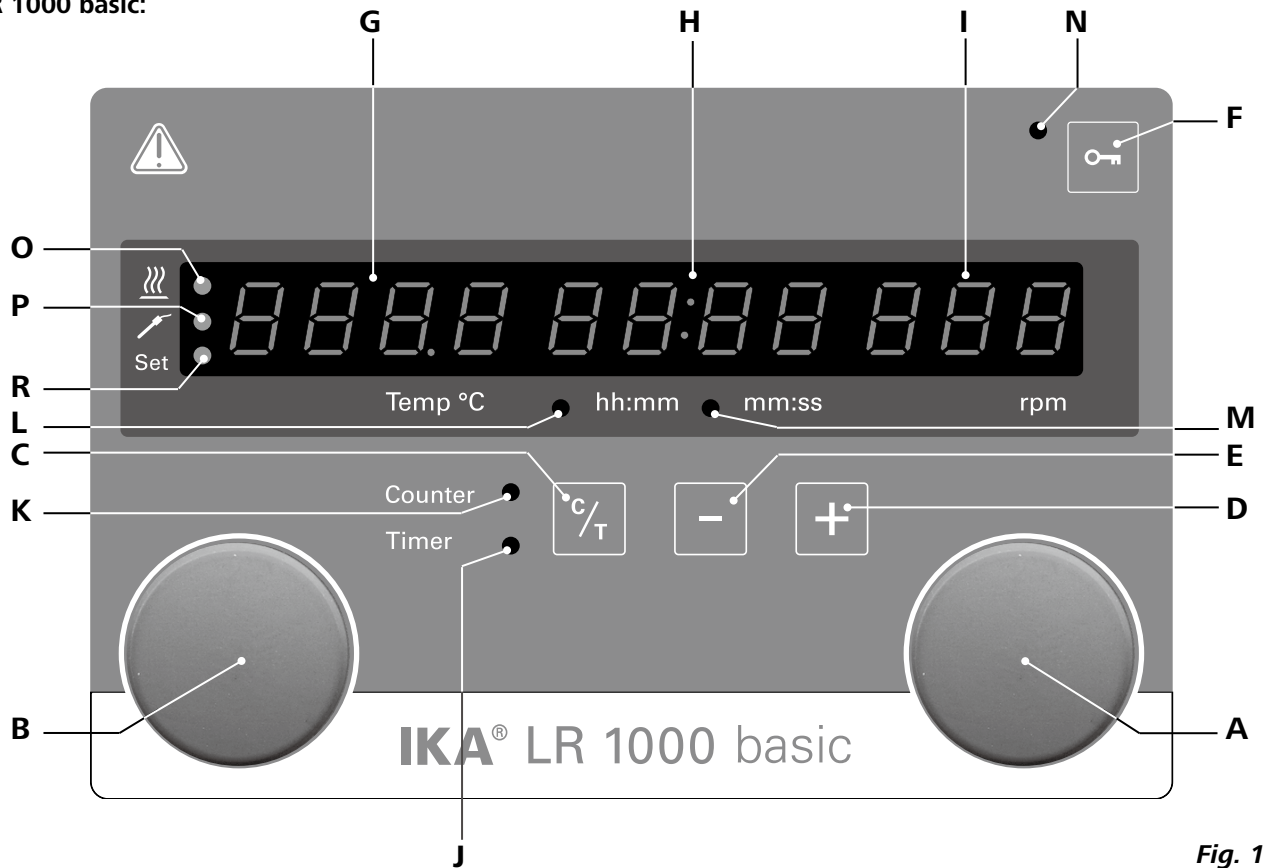

Fig. 11
Durch Drehen des Dreh-/Druckknopfs (A) können Sie die Solldrehzahl einstellen. Drücken Sie den Dreh-/Druckknopf (A, siehe Fig. 11), um den Rührer zu starten.
Durch Drehen des Dreh-/Druckknopfs (B) können Sie die Solltemperatur einstellen. Drücken Sie den Dreh-/Druckknopf (B, siehe Fig. 11), um die Heizfunktion zu aktivieren.
Die Funktion Heizen kann durch Drücken des linken Dreh-/Druckknopfs (B) gestartet bzw. gestoppt werden. Dann werden abwechselnd die Soll-Temperatur oder die Ist-Temperatur auf dem Display (G, siehe Fig. 11) angezeigt. Wird die Soll-Temperatur angezeigt, leuchtet die LED (R, siehe Fig. 11).
⇒ Auf dem Display wird "CAL" angezeigt (H, siehe Fig. 11)
Bei einer Betriebszeit von weniger als 1 Stunde, läuft der Counter im Minuten-Sekunden-Modus (mm:ss) und die LED (M, siehe Fig. 11) leuchtet.
Liegt die Betriebszeit über einer Stunde wechselt die Anzeige vom Minuten-Sekunden-Modus in den Stunden-Minuten-Modus (hh:mm). Die LED (L, siehe Fig. 11) zeigt den Status an.
Die Tasten Timer (+) (D, siehe Fig. 11) oder Timer (-) (E, siehe Fig. 11) dienen zum Einstellen der Heizdauer. Beträgt der Timerwert mehr als 1 Stunde, wechselt die Anzeige vom Minuten-Sekunden-Modus (mm:ss) in den Stunden-Minuten-Modus (hh:mm). Die LED (L, siehe Fig. 11) leuchtet dauerhaft.
Durch Drücken der Taste Counter/Timer (C, siehe Fig. 11) kann von der Funktion "Counter" in die Funktion "Timer" umgeschaltet werden. Die Timer-LED (J, siehe Fig. 11) zeigt an, dass die "Timerfunktion" aktiviert ist.
Durch erneutes Drücken der Taste Counter/Timer (C) wird die "Counterfunktion" aktiviert und die Counter-LED (K, siehe Fig. 11) leuchtet.